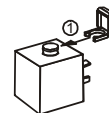

Fig 4
- Premere la bobina con decisione, posizionare (1) e chiudere (2) la clip (Fig. 4).